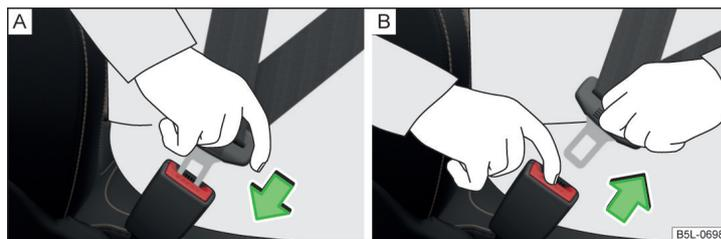

Fig. 6 Colocar y quitar el cinturón de seguridad
- Introducir la lengüeta en el cierre correspondiente al asiento » fig. 6 -  hasta que se oiga que encaja.
- Agarrar la lengüeta del cinturón y pulsar la tecla roja en el cierre del cinturón » fig. 6 - , la lengüeta del cinturón saldrá disparada.